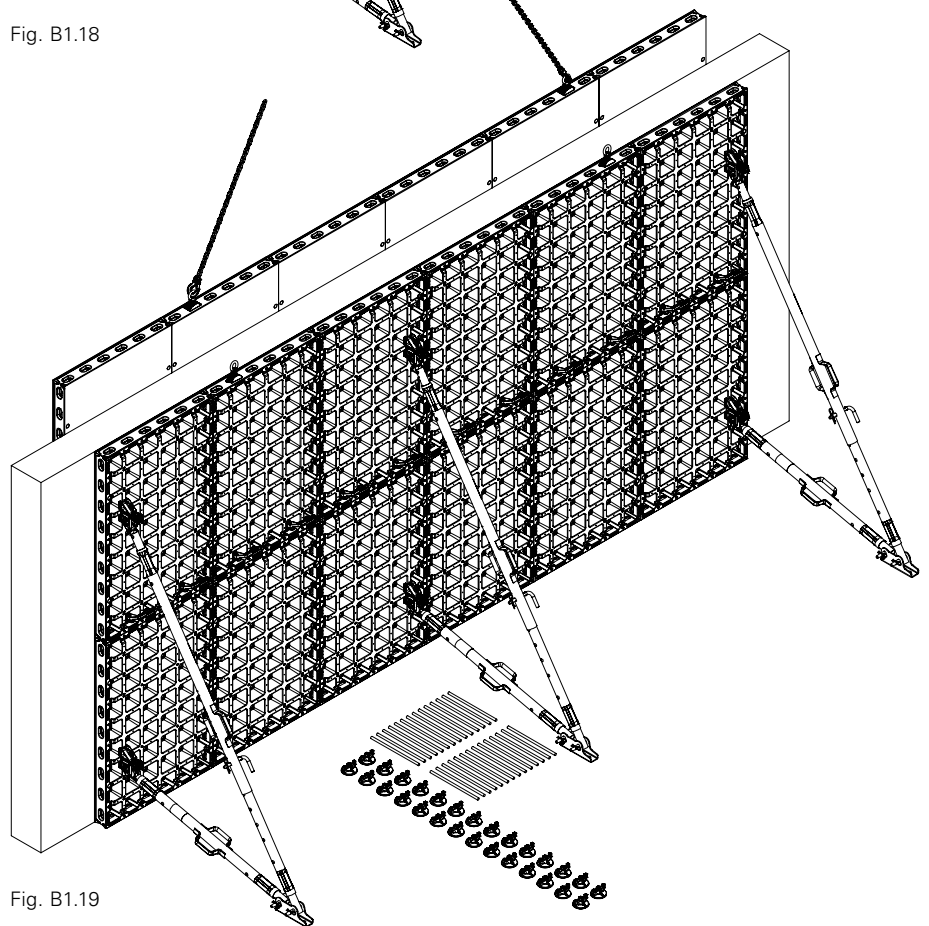

Fig. B1.19
5. Spostare i pannelli, pulirli e posizionarli al luogo di impiego successivo. (Fig. B1.19)